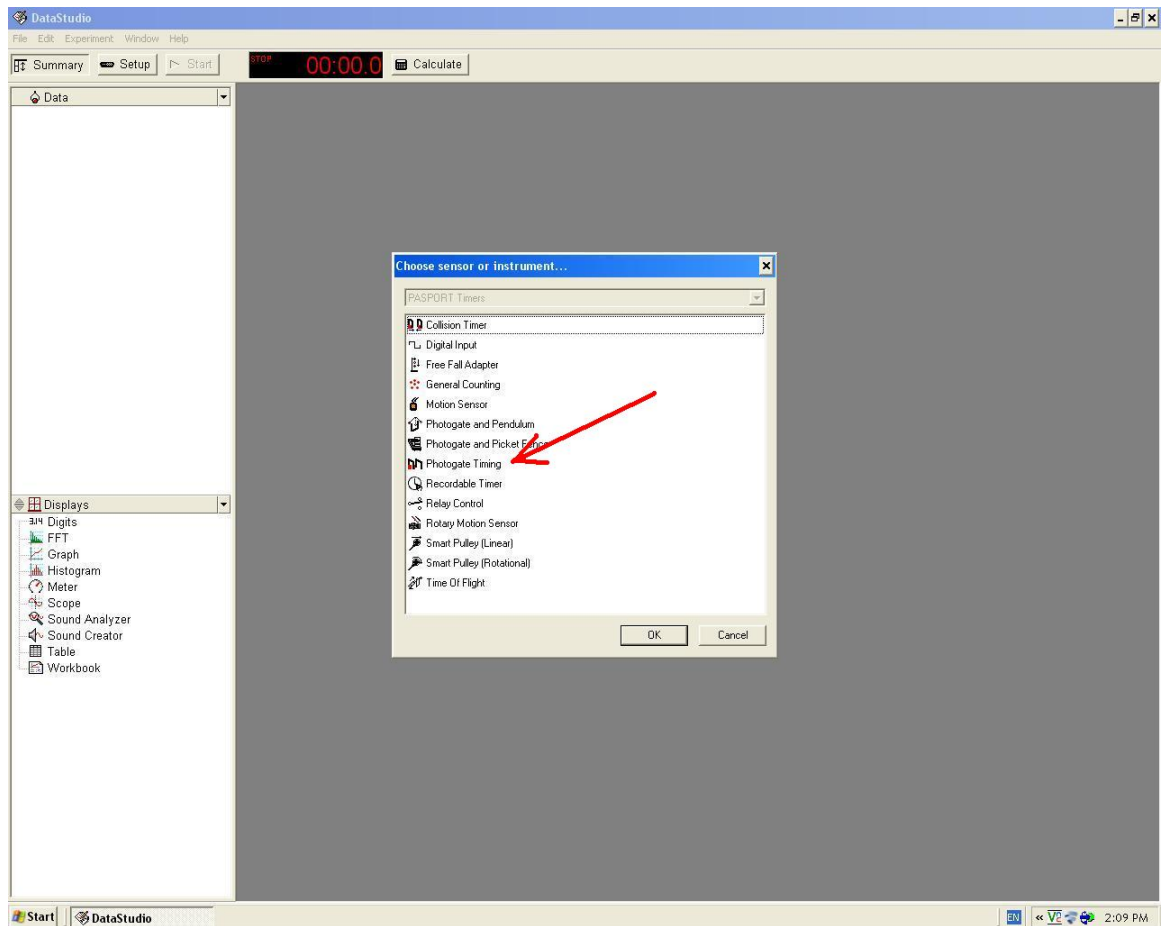

Figure 6. Cliquez sur *Photogate Timing*, indiqué par la flèche oblique.
5. Vous verrez ensuite l'image ci-dessous. Cliquez sur *Photogate Timing*, indiqué par une flèche, à la Figure 6.